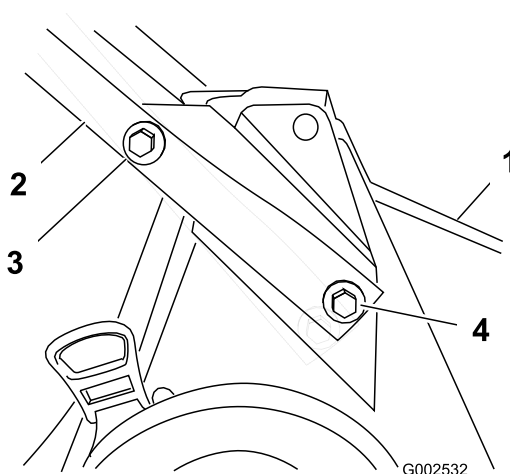

Figure 3
1. Montez le guidon sur le carter de tondeuse à l'aide de 2 boulons (5/16 x 7/8 "), 2 boulons (5/16 x 1-1/2 pouces), 4 rondelles et 4 contre-écrous (Figure 3).